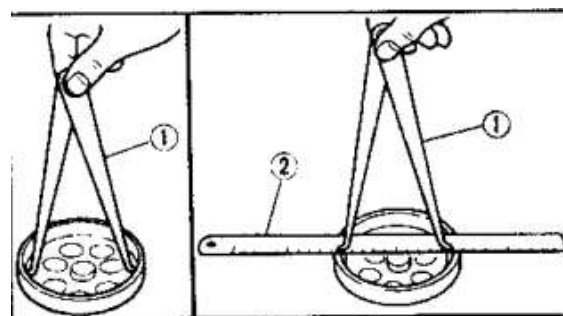

Рис. 76
11. Проверьте сцепление. (рис. 76)